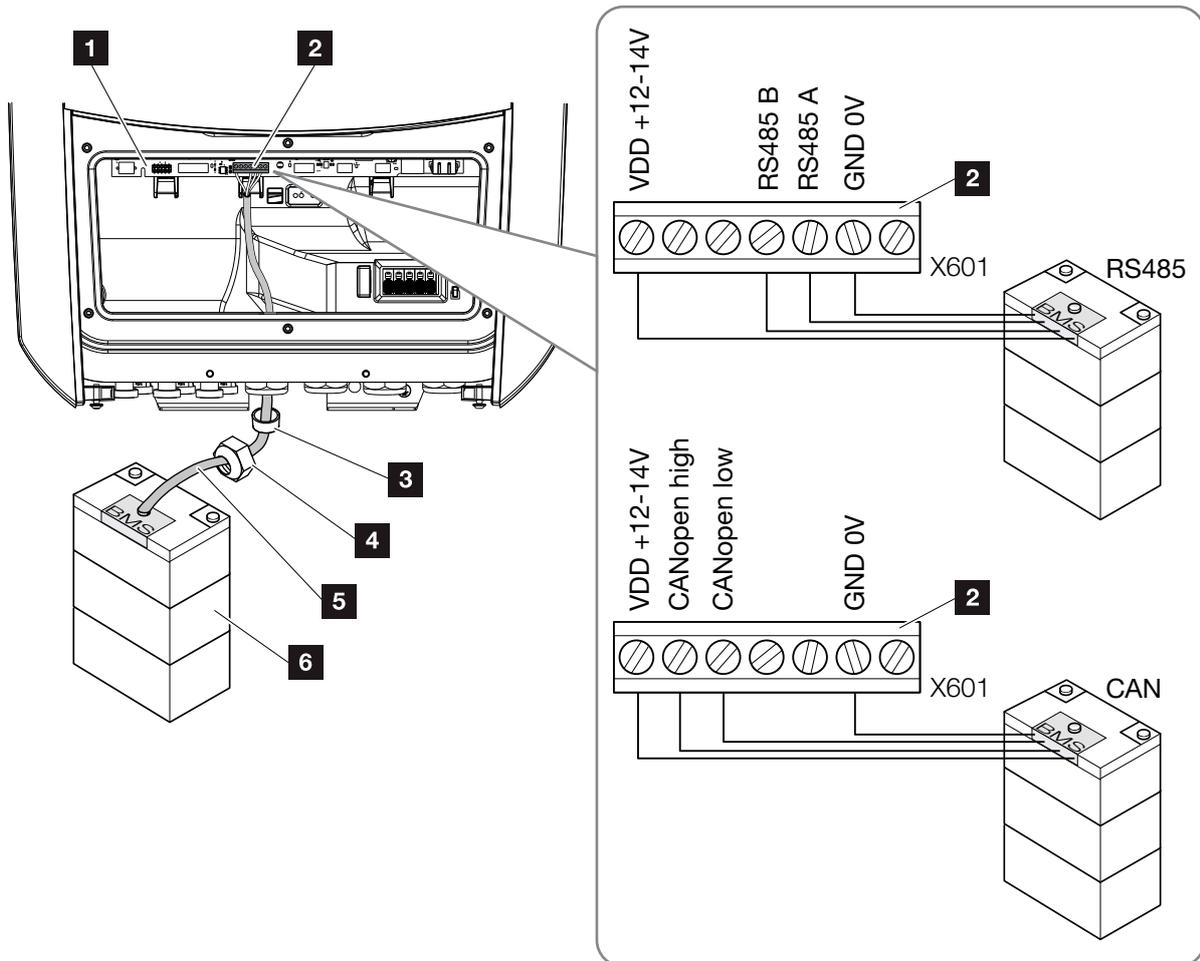

Fig. 36: Conexión de la batería para comunicación RS485 o CAN
3. Conectar el cable de comunicación (RS485 o CAN) a la interfaz de comunicación de la Smart Communication Board.  **Fig. 36, pos. 2**